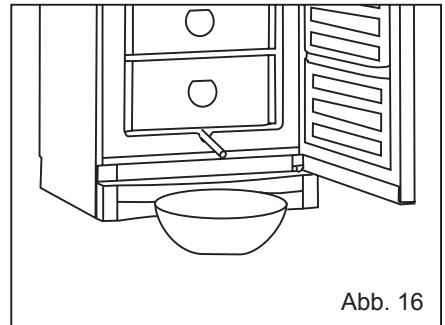

Abb. 16
3. Tauwasserabflussverlängerung unten aus dem Schrank ziehen, und ein Gefäß unterstellen (Abb. 16). Ist die Tauwasserabflussverlängerung festgefroren, legen Sie ein mit heißem Wasser getränktes Tuch einige Minuten darauf.